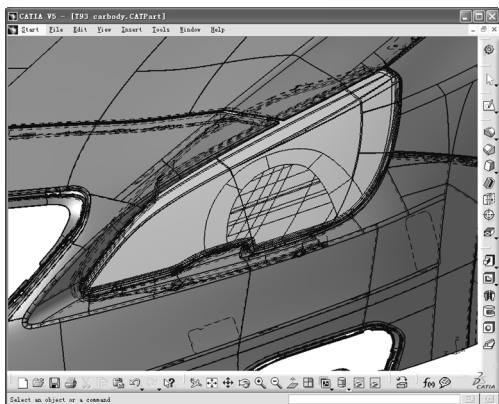

图 1-62
- : 带边和隐藏边着色 (Shading with Edges and Hidden Edges), 不仅可以看到所有的外部轮廓线, 而且用虚线表示出内部和背面的轮廓, 如图 1-62 所示。